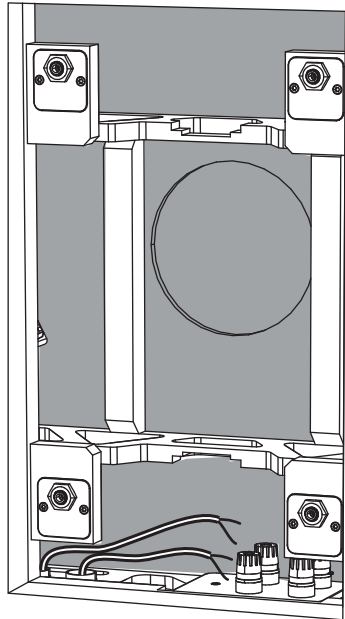

Fig. 7. Cloison sèche retirée de l'ouverture
- 4. Après l'installation de la cloison sèche, découpez soigneusement le trou dans la cloison sèche avec un outil à main approprié, en utilisant l'ouverture dans le boîtier arrière comme guide (Fig. 7). Veillez à ne pas couper l'intérieur de l'ouverture de la boîte arrière ou à ne pas couper les fils des haut-parleurs. Assurez-vous que l'ouverture de la cloison sèche n'est pas plus grande que l'ouverture de la boîte arrière. Retirez toute la poussière ou les débris de l'intérieur de la boîte arrière.